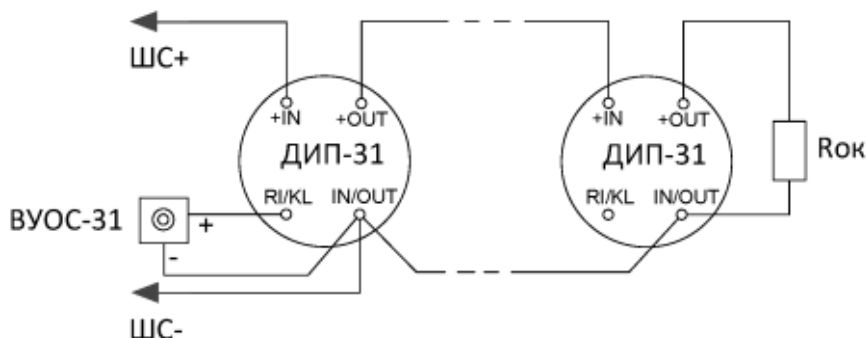

Рисунок 6
6.1 Электрическое подключение в ШС ППКП извещателей, с выносными устройствами оптической сигнализации «ВУОС-31» и без них, производится в соответствии с приведенной схемой (рис.6).
6.2 При включении извещателей в соответствии с рис. 6 в ШС блоков приемно-контрольных «Сигнал-10», «Сигнал-20П», «С2000-4», приборов «Сигнал-20М», «С2000-АСПТ» могут быть установлены следующие типы шлейфов сигнализации: